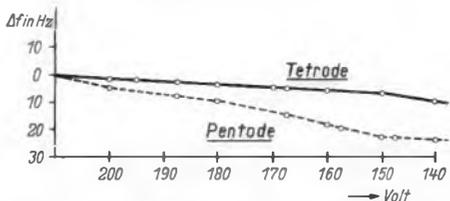

Bild 4. Frequenzänderung durch gleichzeitige Spannungsvariation an der Anode und am Schirmgitter bei einer Röhre EF 14
Zugabe geschnittene Stücke Flachkabel und verbindet ihre Enden gemäß Bild 4 miteinander und untereinander. Zwei Kapazitäten überbrücken die Parallelverbindungen. Eine Kapazität besteht aus einem festen Keramik-Kondensator von 15 bis 20 pF, die andere ist etwa zwischen 5 und 50 pF veränderlich.
**Bild 4.** Aufbau einer abstimmbaren Stichleitung. Die Kreuze bezeichnen die Lötstellen. Alle Teile sind der Deutlichkeit halber weit auseinandergezogen gezeichnet. In der praktischen Ausführung müssen Stichleitung und Antennenkabel eng gepackt aufeinander liegen
Die Behauptung, der ECO-Oszillator sei unempfindlich gegenüber Anodenspannungsschwankungen, stammt aus der Zeit der Tetrode. Nur bei Verwendung einer Tetrode läßt sich eine gewisse Kompensationswirkung beobachten, wenn Anodenspannung und Schirmgitterspannung aus einer Spannungsquelle entnommen werden. Die Erniedrigung der Schirmgitterspannung muß dann über einen Vorwiderstand erfolgen. Bild 4 zeigt die Einwirkung der Anodenspannungsänderung bei Verwendung der EF 14 als Pentode und als Tetrode. Verwendet man eine Pentode, bei der Gitter 3 einwandfrei auf Nullpotential liegt, oder ändert man nur eine Spannung allein, so kann von einer ausreichenden Kompensationswirkung keine Rede sein. Der Einfluß der Spannungsänderung ist dann zwar immer noch geringer als bei einer Dreipunktschaltung, aber nicht genügend, um die Stabilisierung der Anodenspannung wegfällen lassen zu können.